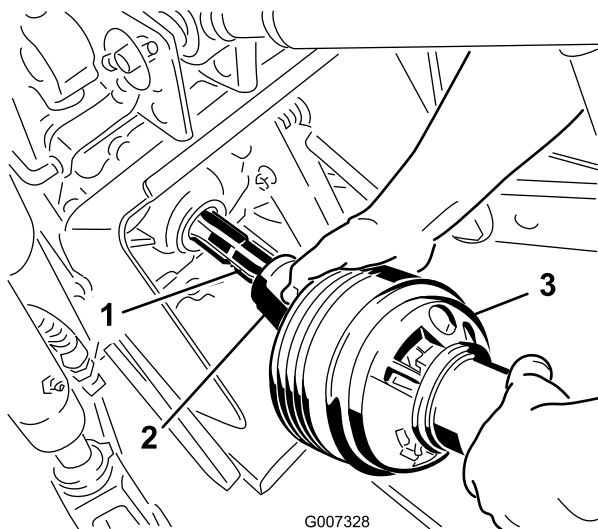

Bild 18
3. Kuppeln Sie die Zapfwelle an der Zapfwelle des Traktors an (Bild 18).